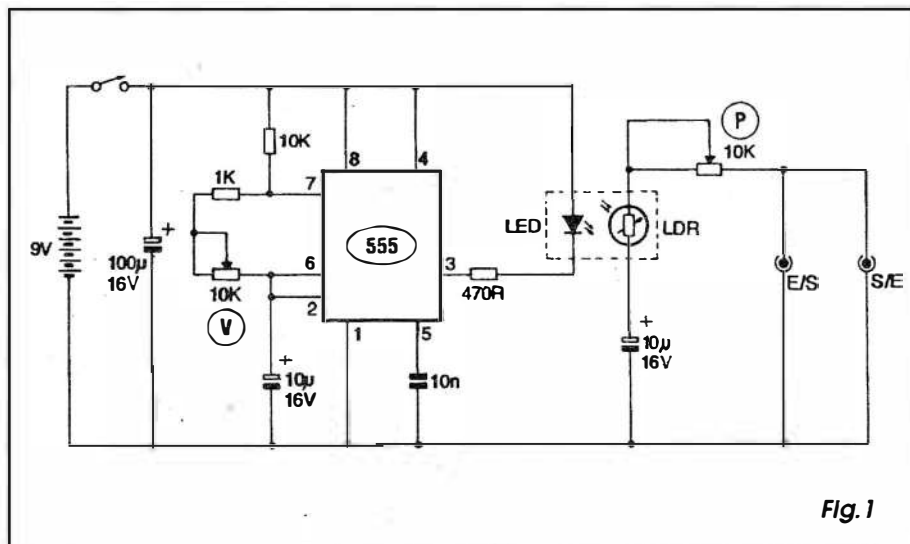

Fig. 1
- FIG. 1 - DIAGRAMA ESQUEMÁTICO DO CIRCUITO - Um integrado 555 (conhecido, fácil de encontrar e barato...) trabalha em **ASTÁVEL** (oscilador), cuja frequência (baixa) pode ser ajustada em faixa de aproximadamente 10 por 1, via potenciômetro de 10K (V). O resistor anexo, de 1K, o outro, de 10K, mais o capacitor eletrolítico de 10u, contribuem com seus valores para a exata determinação do ritmo do **ASTÁVEL**... O capacitor de 10n, entre o pino 5 do integrado e a linha do **negativo** da alimentação, estabiliza o pino de **voltagem de controle** do 555... A saída